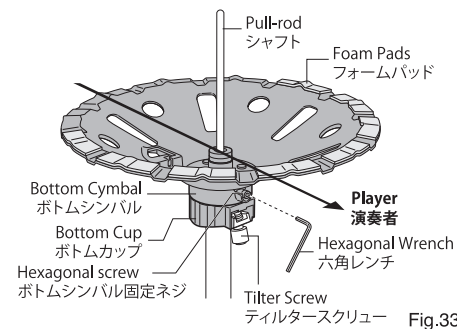

Fig.33
2. Install the bottom cymbal with the Hi-hat pull-rod through its center until seated onto the bottom cup of the stand. Rotate the cymbal to align the hexagonal screw with the tilter-screw of the bottom cymbal cup. Secure the bottom cymbal in place by tightening the hexagonal screw using the provided wrench (Fig.33). Be careful not to over-tighten.
ボトムシンバルの中心の穴をハイハットスタンドのシャフトに通し、ボトムシンバルがしっかりとハイハットスタンドのボトムカップ部に接していることを確認してください。ボトムシンバルの固定ネジを奏者側に合わせ、付属の六角レンチで固定します (Fig.33)。